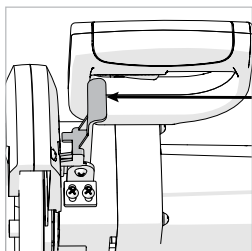

Fig. 17
- Premere il dispositivo di bloccaggio di sicurezza inferiore per rilasciare la testina di taglio. **(Fig. 17)**